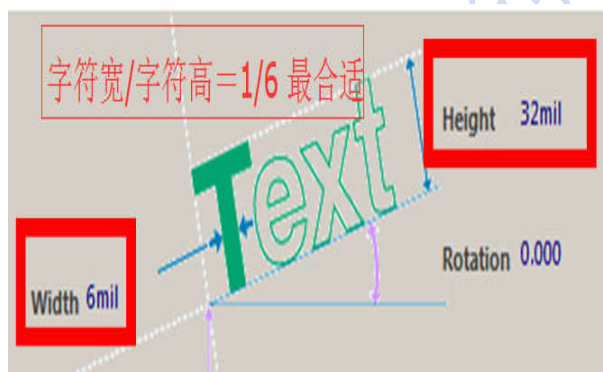

图 40 最小字符宽、高以及比例设置
2) 字符宽度: $\geq 0.15\text{mm}$ (6mil)。如果小于 0.15mm (6mil), 实物板可能会因设计原因而造成字符不清晰。如图 40 所示。
3) 字符高度: $\geq 0.8\text{mm}$ (32mil)。如果小于 0.8mm (32mil), 实物板可能会因设计原因而造成字符不清晰。如图 40 所示。
4) 字符宽高比: 1: 6。 1: 6 是最合适的宽高比例, 更利于生产。如图 40 所示。
C. 字符打印机: 嘉立创目前样板丝印用字符打印机。字符打印机优点: 高品质, 高精密度, 能打印二维码。缺点: ① 成本高, 嘉立创的 8 台字符打印机, 耗资 600 万。字符打印的字符油为 2000-3000 元/kg, 而常规的字符印刷油为 50 元/kg。②. 样板黑字不支持打印。